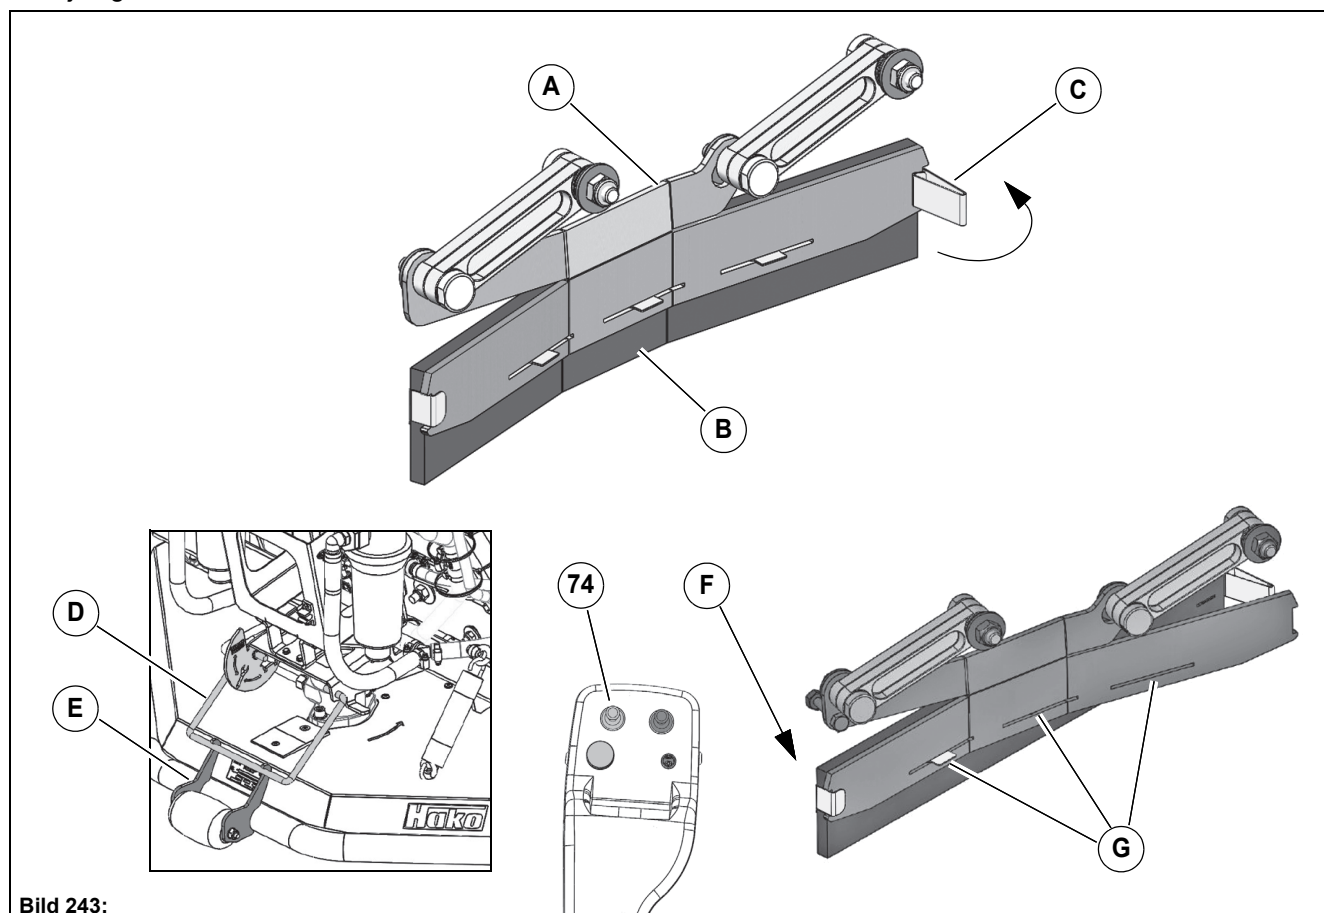

Bild 243:
Kontrollera skurdäckets tätningsslistor **Bild 243-A** dagligen.
Vrid eller byt slitna tätningsslistor **Bild 243-B**. Det går att ta bort tätningsslistorna **Bild 243-B** och fästklämmorna **Bild 243-C** utan verktyg.
2. Det går att ta bort tätningsslistorna med fästklämmorna genom att dra klämmorna **Bild 243-C** åt sidan.
4. För in tätningsslistan och fästklämmorna på fästets ena sida **Bild 243-F**.
Styrklackarna glider in i spåren **Bild 243-G**. Detta garanterar det rätta höjdläget.